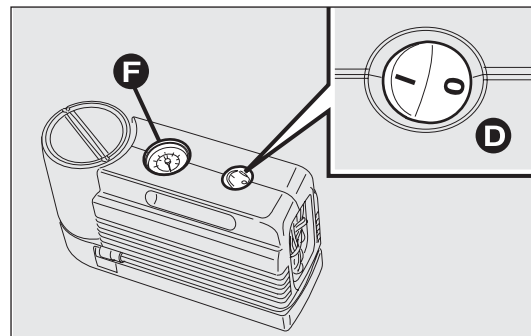
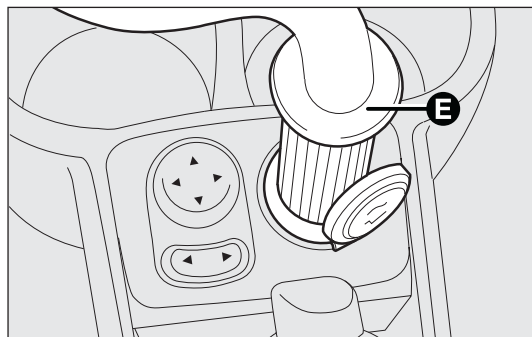

fig. 135
fig. 136
- assicurarsi che l'interruttore D-fig. 135 del compressore sia in posizione 0 (spento), avviare il motore, inserire la spina E-fig. 136 nella presa di corrente da 12V ubicata sul tunnel centrale e azionare il compressore portando l'interruttore D-fig. 135 in posizione I (acceso). Gonfiare il pneumatico alla pressione prescritta nel paragrafo "Pressione di gonfiaggio" del capitolo "Dati Tecnici".
Per ottenere una lettura più precisa, si consiglia di verificare il valore della pressione sul manometro F-fig. 135 con il compressore spento;